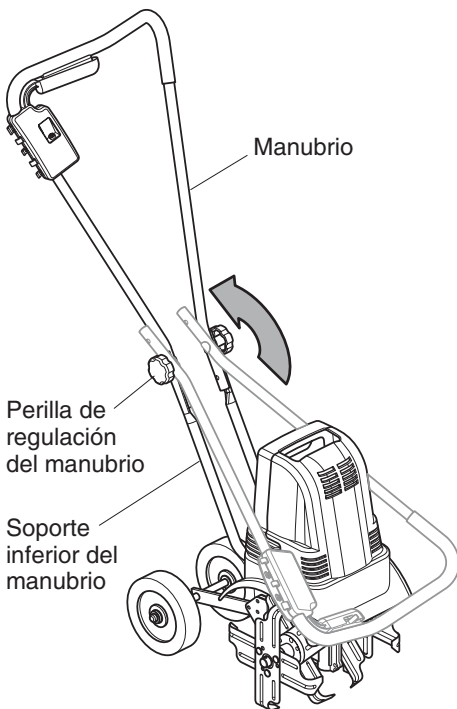

Figura 2 – Desdoblamiento del manubrio
1. Afloje las perillas de regulación del manubrio. Gire el manubrio a la posición de operación (vea la figura 2). No fuerce el manubrio. Si se nota un endurecimiento, continúe aflojando las perillas de regulación. Tenga cuidado que el cordón de alimentación no quede apretado entre el manubrio y su soporte inferior.